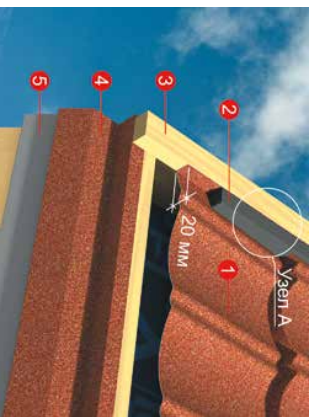

Рисунок 29
5.8.1 Кровельные панели в местах торцевого свеса выкраиваются с учетом напуска на торцевой брусок не менее, чем на 20 мм (Рисунок 29). По краю панелей монтируется самоклеящийся уплотнитель.